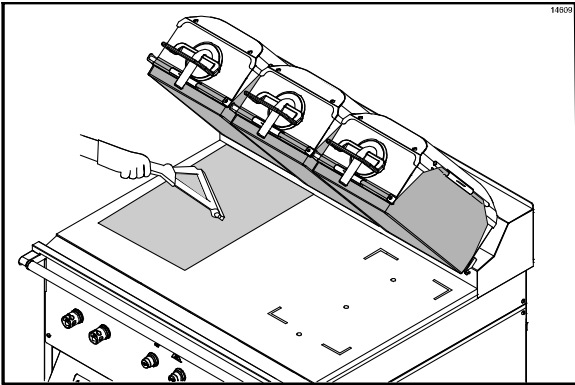

图 18
9. 用煎炉橡皮刮板轻轻挤出气泡，确定不要使不粘膜发生褶皱或折叠。（请见图 18）